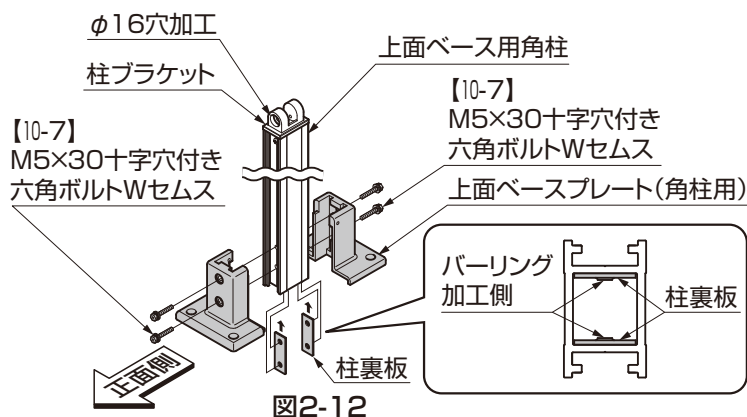

図2-12
① 上面ベース用角柱内部に柱裏板を差し込み、上面ベースプレート(角柱用)と上面ベース用角柱を【10-7】にて表裏両面固定してください。このとき、正面側に柱ブラケットのφ16穴加工が向くようにしてください。(図 2-12 参照)